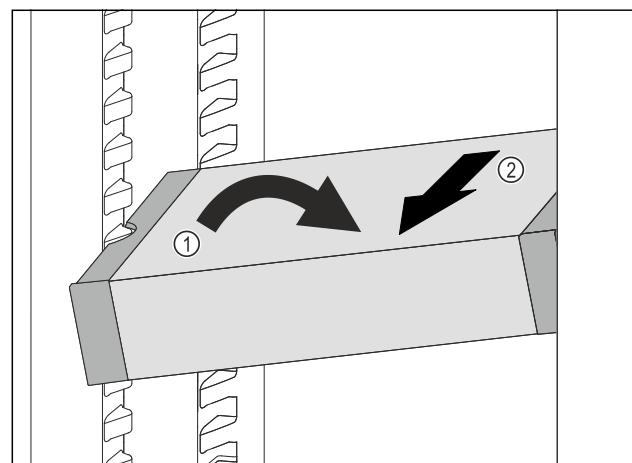

Fig. 112
- VarioSafe im Kühlteil schräg stellen. *Fig. 112 (1)*
- VarioSafe nach vorne entnehmen. *Fig. 112 (2)*